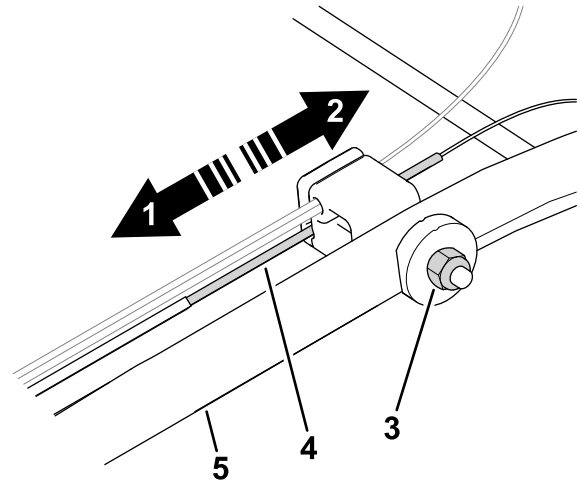

Figure 26
- Tournez l'écrou de réglage dans le sens antihoraire pour desserrer le réglage du câble (Figure 26).
- Ajustez la tension du câble (Figure 26) en le tirant en arrière ou en le poussant en avant puis en le maintenant à cette position.